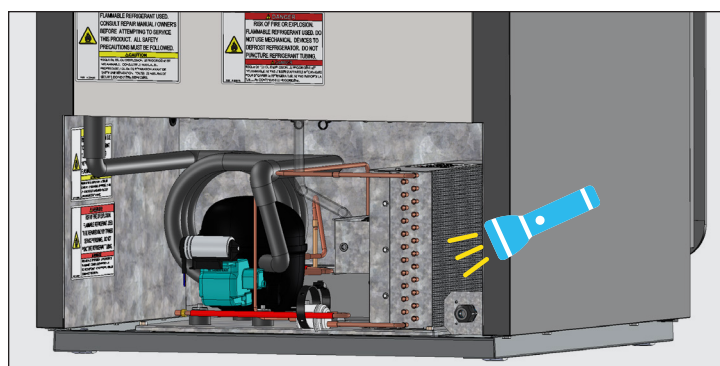

Fig. 4. Vérifiez que toutes les obstructions ont bien été éliminées.
4. Une fois la saleté retirée de la surface du serpentin, utilisez une lampe torche pour vérifier vous voyez correctement à travers le serpentin. Voir fig. 4.